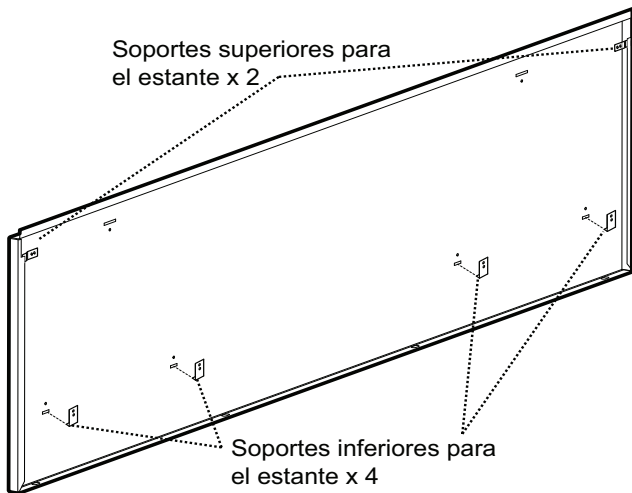

Figura 18: 48 pulg dorso de la placa mural
- Instale la placa mural colocando las muescas de las esquinas (dorso de la placa mural) encima de los dos soportes superiores del estante. Deslice el accesorio del estante hacia arriba hasta que la parte inferior se enganche en los soportes inferiores (*Figura 18*).